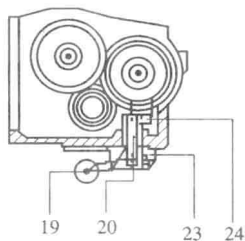

图 1.8 床头箱正反
⑦按图 1.8 所示,用冲子将轴 20 及拨块 24 连接锥销卸下,取出手柄座(其内的钢球及弹簧同时取出)、拨块 24、滑块 23,卸下轴 20 的 O 型密封圈。